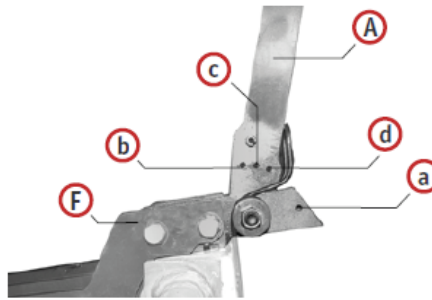
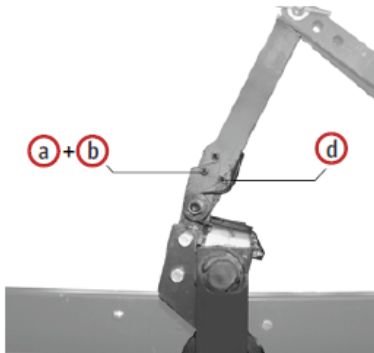

Fig. 8a
Fig. 8b
- b) Gire la horquilla (F) (Fig. 8a) hasta que el orificio (a) concuerde con el orificio (b) en la varilla (Fig. 8b).
- c) Inserte el perno de seguridad (P) otra vez en esta posición y fije usando la tuerca apropiada con el orificio (d) claramente visible.